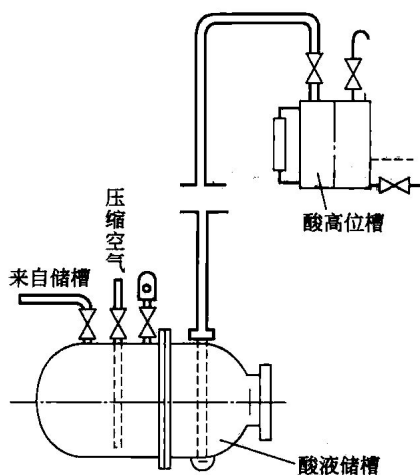

图 1-2 压缩空气输送硫酸的流程
【案例3】压缩气体送料：化工生产过程中如果需要远距离输送腐蚀性物料，一般采用压缩空气或惰性气体代替输送机械来输送物料，这种通过压缩空气实现物料输送的操作称为压缩空气送料。压缩气体送料是一种由低处向高处送料的情况。通过给上游流体施加一定的压力来完成物料的输送过程。但此操作流量小且不易调节，只能间歇输送物料。压缩空气送料时，空气的压力必须能够保证完成输送任务。图1-2是压缩空气输送硫酸的流程。
2. 图 1-2 中，酸液储槽中的酸是通过_____的方式被送入酸高位槽的，这种送料方式称为_____送料。